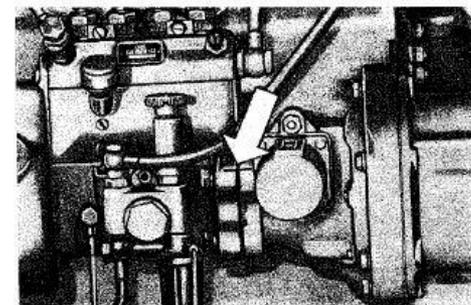

Fig. 29. - Pompa iniezione sul motore.
- Ruotare il pignone della pompa per portare il suo dente di riferimento nella stessa posizione di quello sul manicotto esterno del giunto e montare la pompa fissandola con i quattro dadi. Prima di stringere i dadi far coincidere le tacche di riferimento come a fig. 29.
- fissare la pompa nella posizione in cui si corrispondono le tacche di riferimento, come a fig. 29;